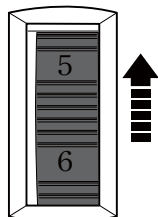

Fig. 4
- >Gire el selector de velocidad (1) hacia delante (visto desde la posición del operador) para incrementar la velocidad máxima (Fig. 4). Un ajuste mayor es adecuado para cortes con hojas de sierra finas y materiales blandos.